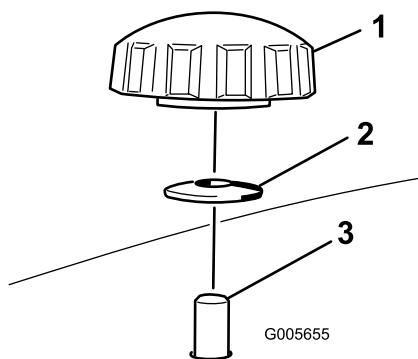

Figura 5
- Inserite il diaframma sinistro nel piatto fissando i perni sul diaframma sopra il tosaerba utilizzando le 2 manopole e le rondelle curve (lato concavo verso il tosaerba) come illustrato nella Figura 4 e Figura 5.
- Infilate il diaframma destro nell'apertura di scarico e fissarla utilizzando le 2 manopole e le rondelle curve (lato concavo verso il tosaerba) come illustrato nella Figura 4 e Figura 5.